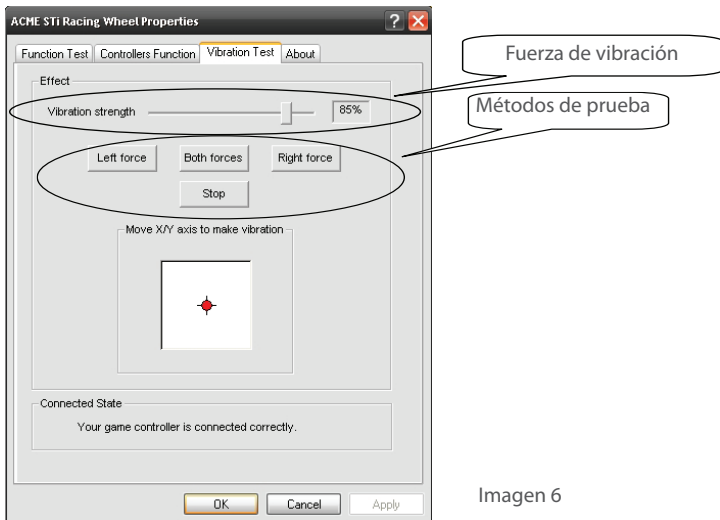

Imagen 6
- La fuerza de vibración se puede ajustar para diferentes grados de la siguiente manera. (Ver imagen 6 “fuerza de vibración”)
- Métodos de prueba del motor (Ver imagen 6)